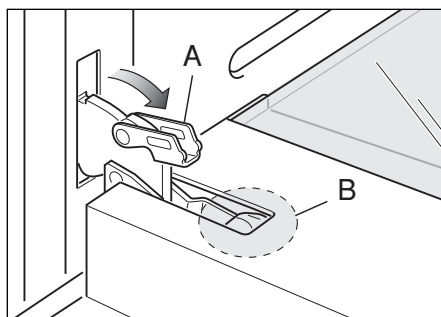

Figura 50b
- Aprire completamente la leva "A" sulle cerniere sinistra e destra (Figura 50b).